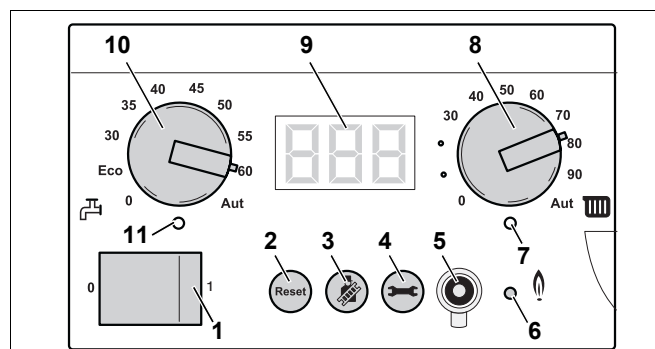

Fig. 81 Controler de bază BC10
- Porniți instalația de căldură cu comutatorul de funcționare al controlerului de bază BC10 (Fig. 81, **Poz. 1**).
- Apăsați tasta "Coșar" (Fig. 81, **Poz. 3**) și țineți-o apăsată (circa două secunde), până când apare punctul în dreapta jos pe display (Fig. 81, **Poz. 9**). Vezi pentru aceasta Tab. 9, "Testul gazelor de evacuare", pagina 45.
- După ce se aprinde LED-ul "Arzător" (Fig. 81, **Poz. 6**) așteptați un minut până ce cazanul de încălzire arde la sarcină totală.
- Apăsați de câte ori este nevoie tasta "Status display" (Fig. 81, **Poz. 4**) până când se afișează temperatura pe display.
- Apăsați tasta "Coșar" (Fig. 81, **Poz. 3**) ca să încheiați măsurarea. Vezi deasemenea. 9, "Testul gazelor de evacuare", pagina 45.
- Apăsăți tasta "Coșar" (Fig. 81, **Poz. 3**) și țineți-o apăsată (circa două secunde), până când apare punctul în dreapta jos pe display (Abb. 81, **Poz. 9**). Vezi pentru aceasta Tab. 9, "Testul gazelor de evacuare", pagina 45.
- Apăsați tasta "Coșar" (Fig. 81, **Poz. 3**) ca să încheiați măsurarea. Vezi de asemenea 9, "Testul gazelor de evacuare", pagina 45.